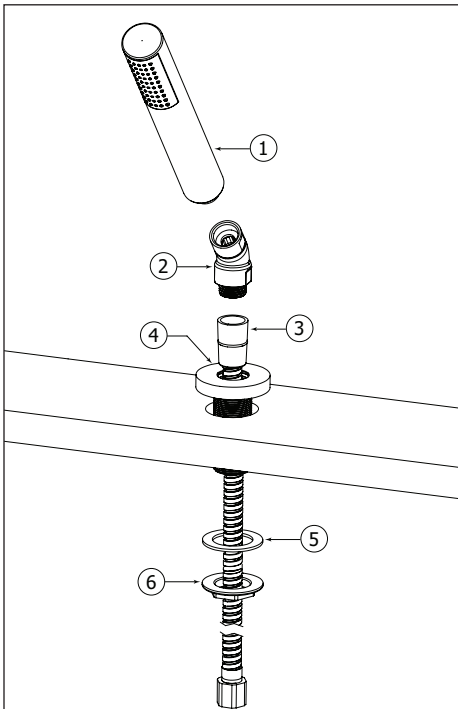

Fig.4
Insert the handshower base (decorative flange) (4), threaded tube and washer into the deckmount hole. Secure with supplied tie-down kit (5 & 6). Fig.4.
Insérer la base de douchette (rosace décorative) (4), le tube fileté et la rondelle dans le trou de la surface. Ensuite la fixer avec l'écrou et la rondelle (5 & 6). Fig.4.